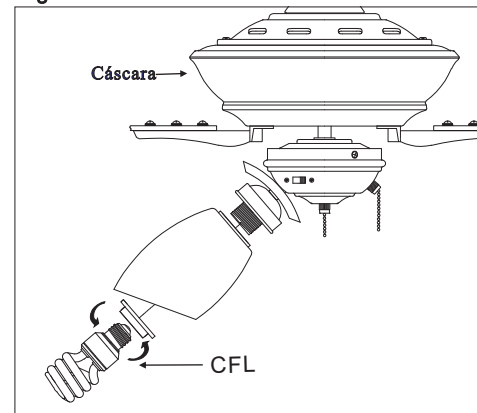

Figura 20
5. Para instalar la pantalla de vidrio del juego de lámpara, afloje el anillo en el juego de lámpara e instale la pantalla de vidrio del aparato de lámpara. Fíjelo con el anillo previamente removido. (Figura 20)